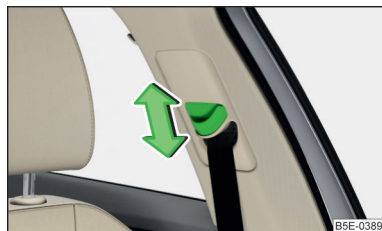

Fig. 6
- Appuyez sur la ferrure de renvoi et décalez-la dans la direction souhaitée » fig. 6.